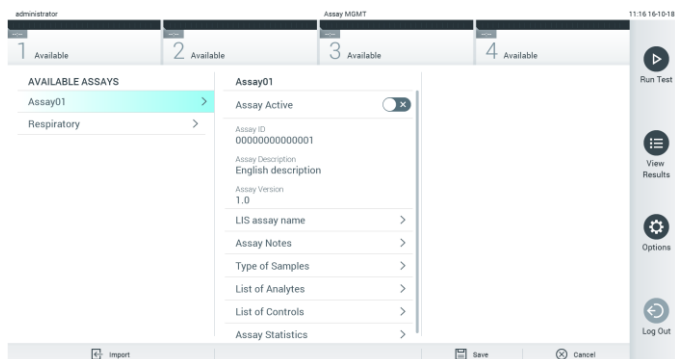

Figura 55. Schermata Assay Management (Gestione esame).
2. Per importare i nuovi esami nel QIAstat-Dx Analyzer 1.0, premere il pulsante Options (Opzioni) e quindi il pulsante Assay Management (Gestione esame). Nell'area dei contenuti del display, viene visualizzata la schermata Assay Management (Gestione esame) (Figura 55).